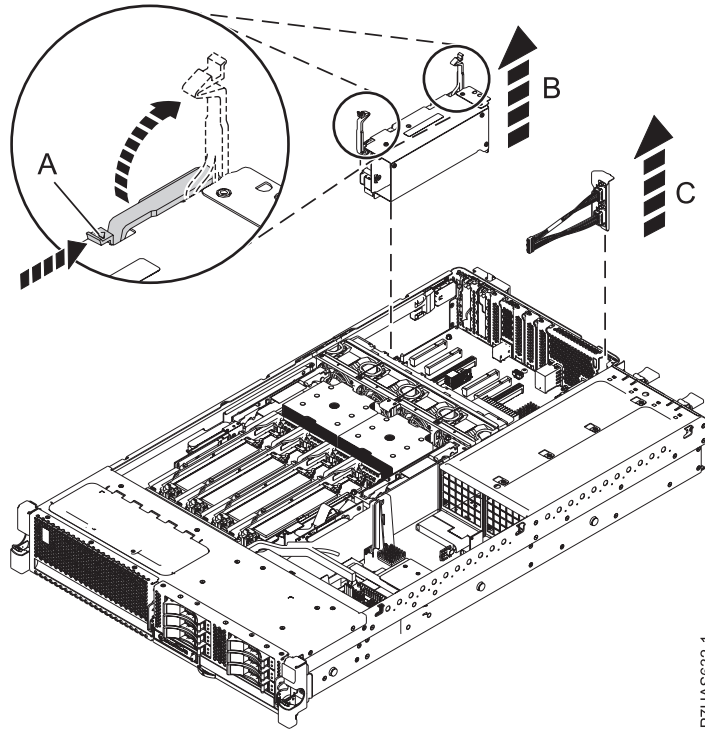
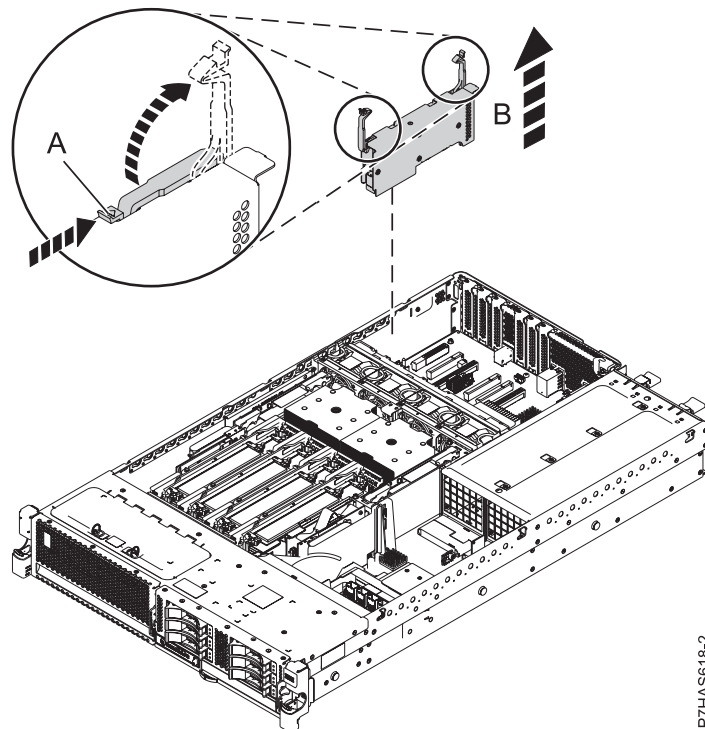

Figura 7. Extracció de l'adaptador GX (FC EJ0G) d'un sistema
Figura 8. Extracció de l'adaptador GX (FC EJ0H) d'un sistema
13. Amb el sistema a la posició de servei, desbloquegeu els pestells **(A)** de l'adaptador GX ++ (codi de característica (FC) EJ0G o FC EJ0H) **(B)**, tal com es mostra a la Figura 7 a la pàgina 10 i a la Figura 8 a la pàgina 10.
14. Estireu cap amunt els pestells **(A)** a la posició oberta, agafeu l'adaptador **(B)** pels pestells i aixequeu-lo traient-lo del sistema de la ranura 2 (P1-C8) de l'adaptador GX FC EJ0G, tal com es mostra a la Figura 7 a la pàgina 10, o de la ranura 1 o ranura 2 de l'adaptador GX (FC EJ0H) tal com es mostra a la Figura 8 a la pàgina 10.
- b. Agafeu amb compte el conjunt del cable SPCN de 2 ports FC EJ0G (C) per la part superior de la peça de contrapunt i traieu-la del sistema de la ranura 1 de l'adaptador GX (P1-C1), tal com es mostra a la Figura 7 a la pàgina 10.